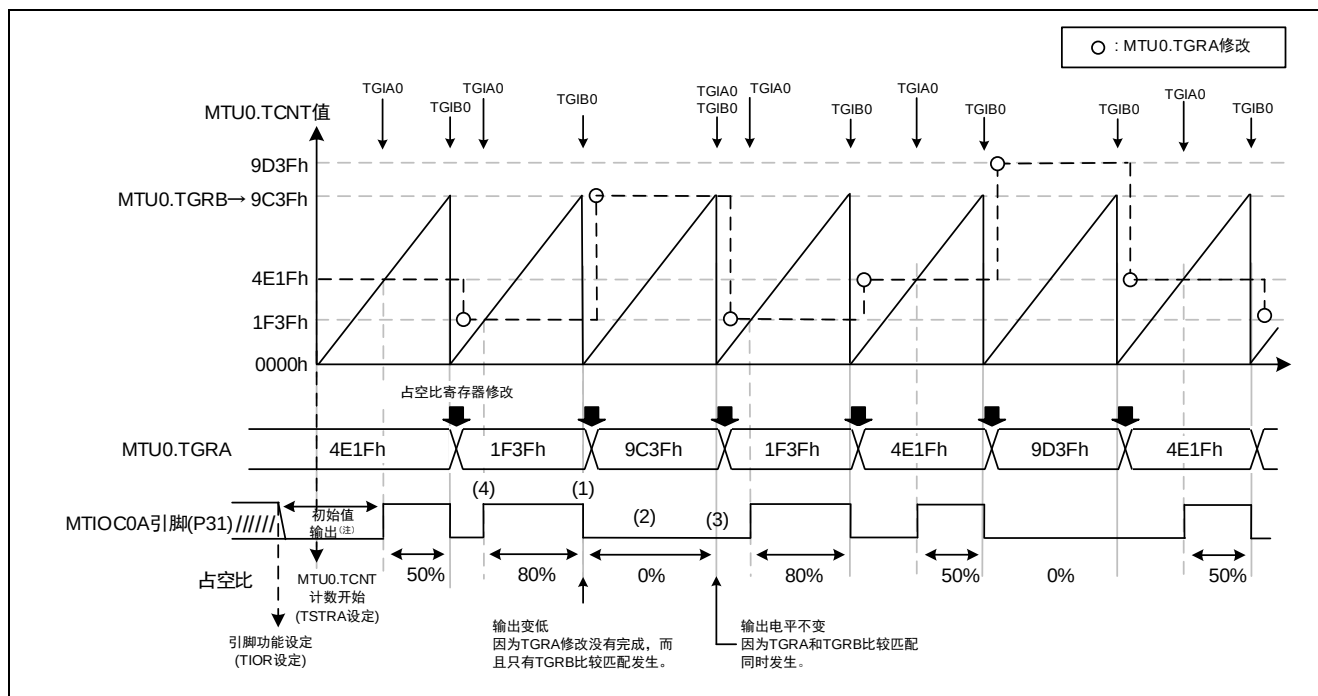

图 3.82 占空比 0%到 100%的 PWM 输出（无缓冲器）
如图 3.82 中 (1) 所示时间，当 TGIB0 发生时，TGRA 值被修改，并且输出变为低，因为只有 TGRB 比较匹配发生。因此，即使希望输出 100%，输出仍为 0%（图 3.82 中 (2)）。此外，当 TGRA 和 TGRB 比较匹配同时发生时，因为输出没有改变，所以保持低（图 3.82 中 (3)）。